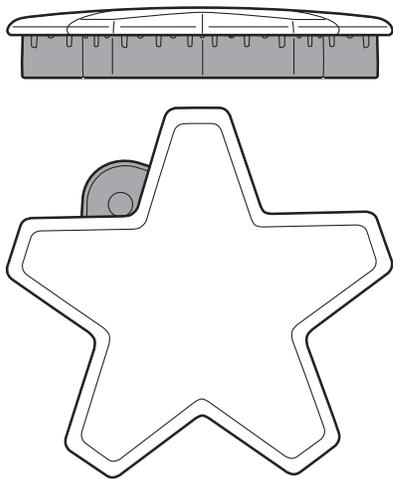
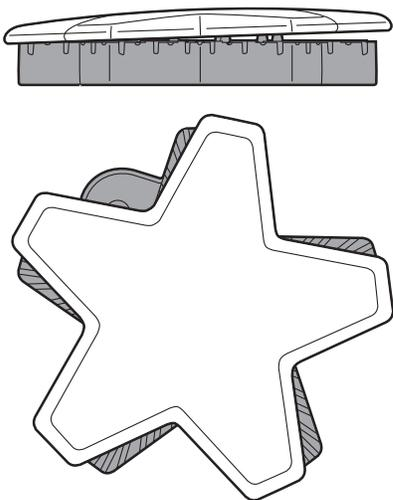

Figure 15 : Chapeau de brûleur correctement placé
Figure 16 : Chapeau de brûleur incorrectement placé
Chaque brûleur STAR comporte son propre allumeur électronique qui produit des étincelles lorsque le bouton est activé. Les brûleurs doivent s'allumer en 4 secondes ou moins. Si le brûleur ne s'allume pas, assurez-vous que le chapeau est correctement posé sur sa base (voir les *Figure 15* et *Figure 16*).
- Vérifiez chaque brûleur pour vous assurer qu'il n'y a pas d'espace entre le chapeau et la base du brûleur. Voir les *Figure 15* et *Figure 16* pour des exemples de chapeau de brûleur correctement ou incorrectement placés.
- Vous pouvez essayer de déplacer délicatement les chapeaux des brûleurs latéralement pour vous assurer qu'ils sont placés correctement sur leur base. Lorsqu'ils sont bien placés, les chapeaux des brûleurs sont droits sur la base et couvrent complètement la base du brûleur en forme d'étoile lorsque vous les regardez d'en haut, comme sur la *Figure 15*.